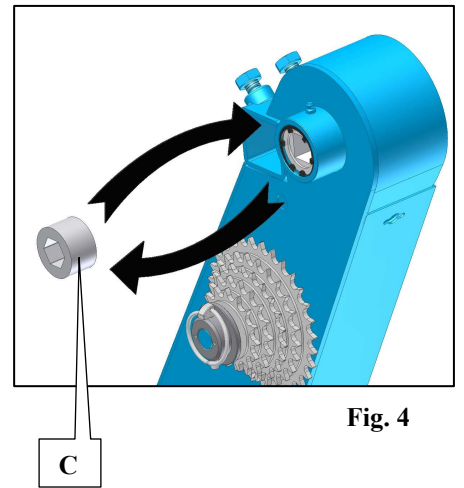

Fig. 4
- Remplacer le palier plastique « carré » par le palier plastique « 6 pans »(C fig. 4).